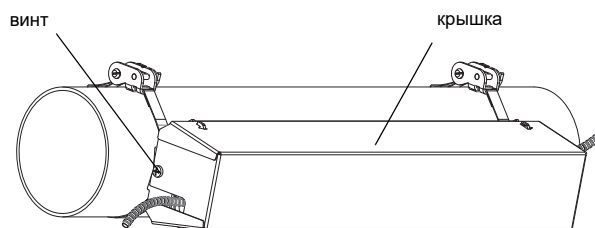

Рис. 8.46: Рельс СКЗ с датчиками на трубе
- Поставьте крышку на рельс (смотри Рис. 8.46).